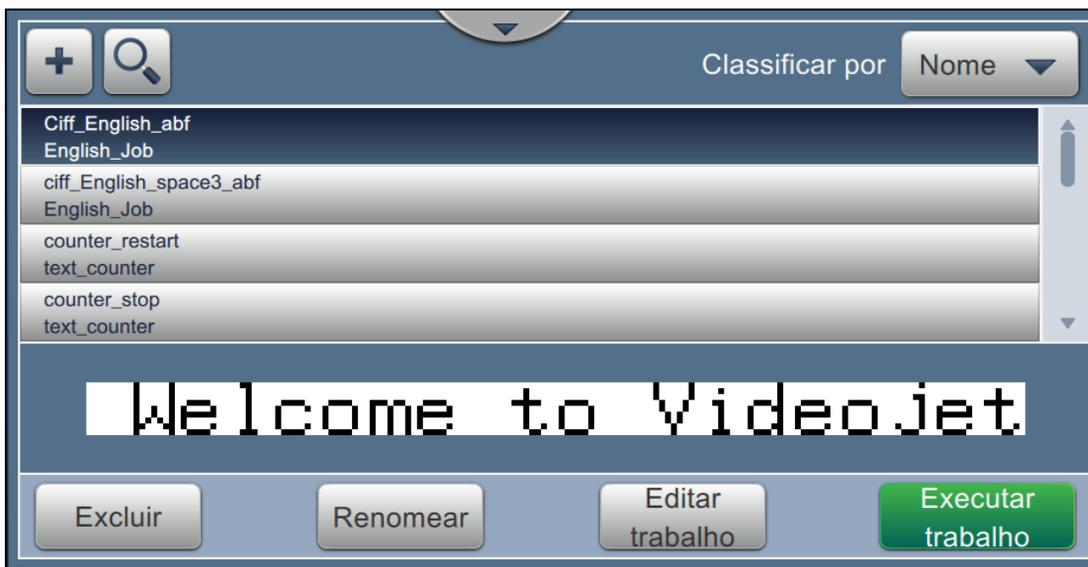

Figura 5-1: Tela Lista de trabalhos
1. Toque no botão  para abrir a tela Lista de trabalhos, como mostra a Figura 5-1.